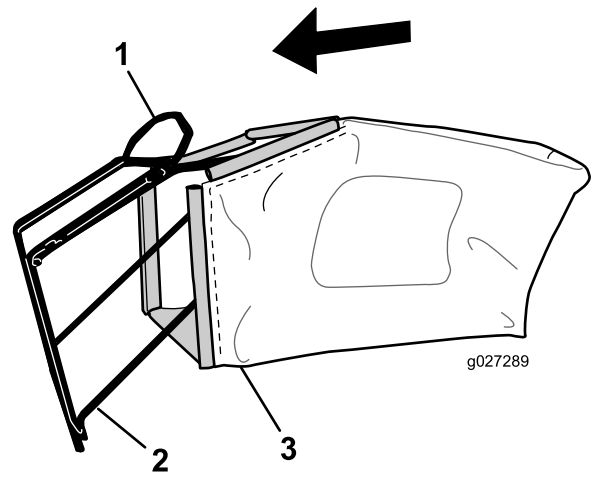

Figura 8
1. Infilate il cesto di raccolta sopra il telaio come illustrato in Figura 8.